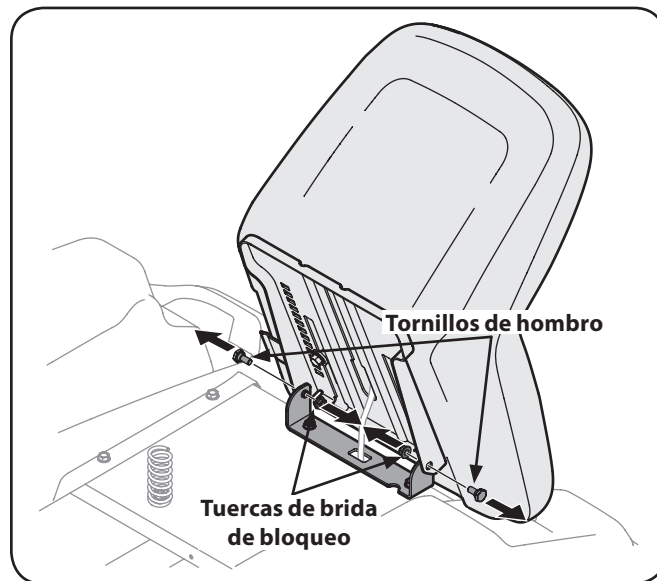

Figura 3-5
- Gire el asiento en su posición y asegure el asiento en su lugar con los tornillos que quitó de los hombros y las tuercas de brida de bloqueo. Tenga cuidado de no doblar o dañar el mazo de cables durante la instalación del asiento. Vea la Figura 3-5.